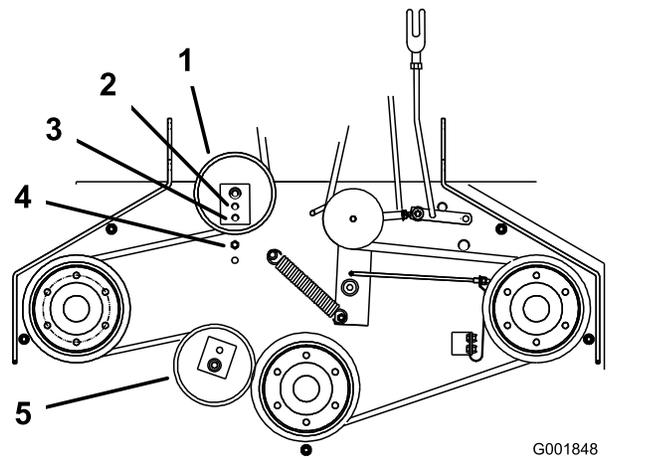

Figura 9
6. Se non ci sono ulteriori regolazioni da apportare nel tenditore e la cinghia è ancora lenta, posizionate la puleggia tendicinghia nel foro centrale o anteriore (Figura 9). Utilizzate il foro che fornisce la regolazione corretta.
7. Quando la puleggia tendicinghia viene spostata, deve essere spostato anche il guidacinghia. Spostate il guidacinghia in posizione anteriore (Figura 9).